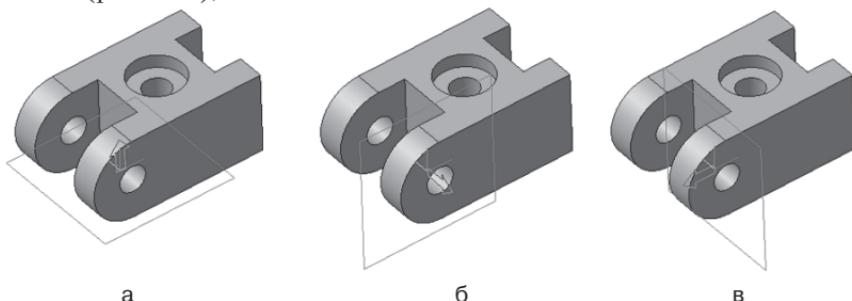

Рис. 223
- в каждой модели существует система координат и определяемые ею проекционные плоскости. Чтобы увидеть изображение проекционных плоскостей, нужно выделить их в Дереве построения. Щелчком ЛКМ в Дереве построения укажите **базовую плоскость XY** (рис. 223, а), **ZX** (рис. 223, б), **ZY** (рис. 223, в) и выберите плоскость для отсечения (используйте команду  – **Обновить изображение**). При создании эскиза мы расположили начало координат так, чтобы ось симметрии детали совпадала с ним. Из рис. 223 видно, чтобы показать внутреннее устройство детали, нам целесообразно выбрать плоскость **ZX** (рис. 223, б). Она вертикальна и совпадает с осью симметрии детали;